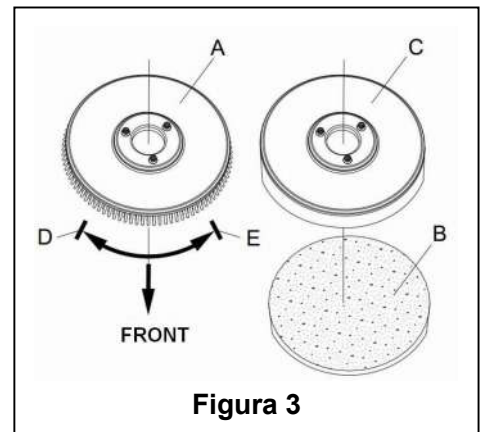

Figura 3
Conforme al tipo de suelo a limpiar, la máquina puede ser instalada con el cepillo (Figure 3, A), o el panel de la almohadilla (Figura 3, B y C).
1. (Sólo aplicable a los modelos **AS430C** y **AS510C**): asegúrese de que el cable(9) estando desconectadas la fuente de alimentación y el interruptor (38) se encuentran en posición (O) de desconectados.
2. Presione el manillar (2) hacia abajo para levantar el cuerpo del tanque (26).
3. Coloque el cepillo (A) o el panel de la almohadilla (B – C) debajo del estuche.
4. Use el manillar (2) para bajar el cuerpo del tanque (26) hasta que entre en contacto con el cepillo o el panel de la almohadilla.
5. Para instalar el cepillo/el panel de la almohadilla automáticamente, gire el interruptor de encendido (38) a la posición "I" y presione el interruptor de seguridad (1) hacia abajo. Empuje suavemente la máquina hacia delante para permitir que la rueda de correa en la parte inferior del cuerpo del tanque se alinee con el cepillo o el panel de la almohadilla que se puede instalar a continuación. Luego libere el interruptor de seguridad. Si hace falta, repita los procedimientos hasta que el cepillo/el panel de la almohadilla estén montados.
6. Si el paso 5 le resulta difícil, use el método manual siguiendo la punta de flecha (D) para instalar el cepillo/el panel de la almohadilla (como indica la **Figura 3**).
7. Para descargar el cepillo/el panel de la almohadilla automáticamente, gire el interruptor de encendido (38) a la posición "O". Sujete el manillar con la mano y presione la máquina hacia abajo hasta que la rueda de guía toque el suelo y el cepillo/el panel de la almohadilla quede colgando en el aire. Gire el interruptor de encendido (38) a la posición "I" y presione el interruptor de seguridad para que el cepillo/el panel de la almohadilla caigan al suelo.
8. Si el paso 5 le resulta difícil, use el método manual que consiste en girar el cepillo/el panel de la almohadilla en la dirección opuesta a la normal y éste quedará desmontado. (como indica la **Figura 3**).